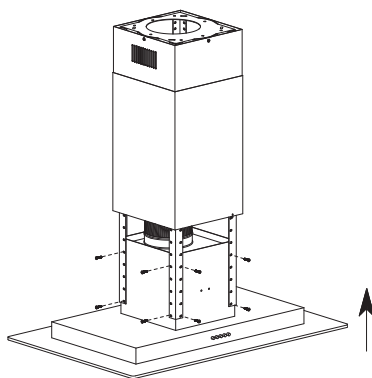

Fig. 20
- Suspender o corpo da coifa, até que os furos das cantoneiras e a do corpo da coifa se encontrem [Fig.20].
- Fixar as cantoneiras no corpo da coifa utilizando 16 parafusos [acompanham o produto]. Será necessário o trabalho de duas ou mais pessoas para a execução das etapas [Fig.20].